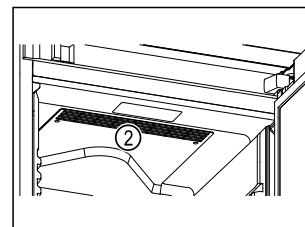

Fig. 63
- Mantenere libere le fessure di ventilazione Fig. 63 (2) della ventola di ricircolo nel vano interno.